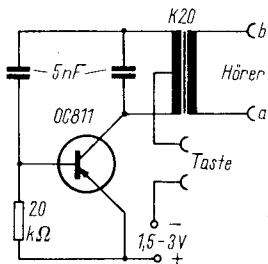

Bild 5 Tongenerator mit induktiver Rückkopplung
Tongeneratoren mit induktiver Rückkopplung lassen sich verhältnismäßig einfach nachbauen. Sie sind vor allem deshalb sehr beliebt, weil man nicht an Spezialbauteile gebunden ist, sondern Trafos der verschiedensten Typen verwenden kann. Auch an die Transistoren werden keine besonderen Anforderungen gestellt; Bild 5 zeigt eine Schaltung für einen Tongenerator mit induktiver Rückkopplung. Die Werte der Widerstände und Kondensatoren können der Schaltung entnommen werden. Verwendet man als NF-Trafo den bekannten kleinen Treibertrafo K 20 aus dem Transistorenempfänger „Sternchen“, so läßt sich der gesamte Generator äußerst klein
Der geringe Platz, den ein Tongenerator bei Verwendung von Miniaturbauteilen benötigt, gestattet den Einbau in eine Morsetaste. Um den Transistorsummer in der Taste unterbringen zu können, verwendet man nur kleinste Bauteile. Der Handel bietet den aus dem Transistorempfänger „Sternchen“ bekannten Gegentakt-Ausgangstrafo unter der Bezeichnung „K 21“ an. Mit ihm, einem Transistor vom Typ OC 810 (811), mit 2 Stück 5-nF-Miniaturkondensatoren und einem 20-kOhm-Widerstand von 0,1 W wurde der Summer auf einem kleinen Pertinaxbrettchen aufgebaut. Die Schaltung ist ähnlich der in Bild 5.